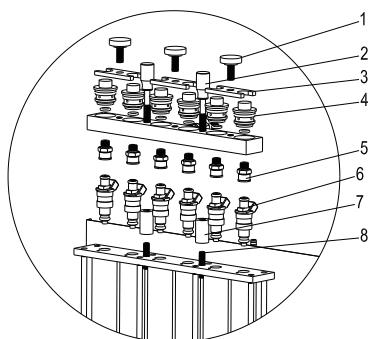

Figura 05 Para inyector de suministro superior de combustible
- Elija el tapón del distribuidor de combustible (4) de la caja del acoplador y monte una junta tórica adecuada en él. Recuerde aplicar un poco de grasa lubricante en la junta tórica. Monte el tapón del distribuidor de combustible (4) en el distribuidor de combustible de suministro superior.
- Monte la placa de media luna (3) y apriétela con un perno de placa (1).
- Elija un adaptador adecuado (5) de acuerdo con el tipo de inyector y móntelo en el acoplador correspondiente debajo del distribuidor de combustible de suministro superior.
- Instale el distribuidor de combustible de suministro superior y el inyector en el soporte del distribuidor de combustible con un tornillo ajustable adecuado y tuercas moleteadas, y apriete dos tornillos rifle (negros). Vea la Figura 05.